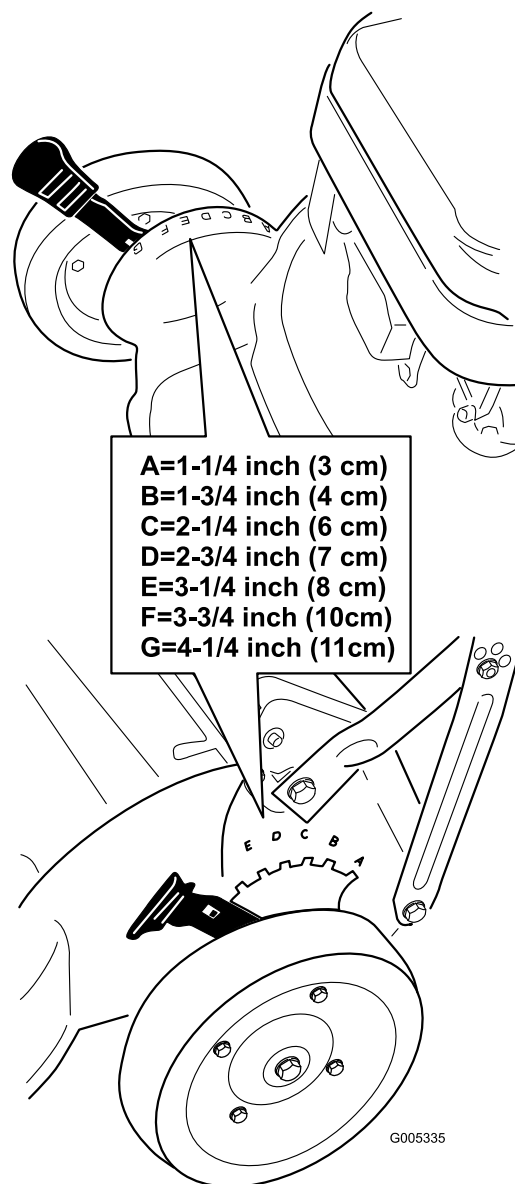

Figura 21
**Nota:** Para elevar el cortacésped, mueva las 4 palancas de altura de corte hacia adelante; para bajar el cortacésped, muévalas todas hacia atrás (Figura 21).